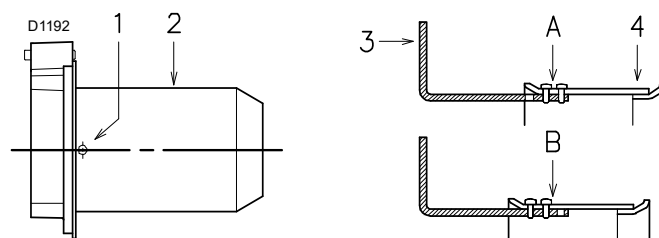

Рис. 13
- Отверните винты 1)(Рис. 13) и демонтируйте жаровую трубу 2).
- Переместите крепление штока 3)(Рис. 13) из положения А в положение В, тем самым втягивая затвор 4).
- Монтируйте жаровую трубу 2)(Рис. 13) в исходное положение и заверните винты 1).